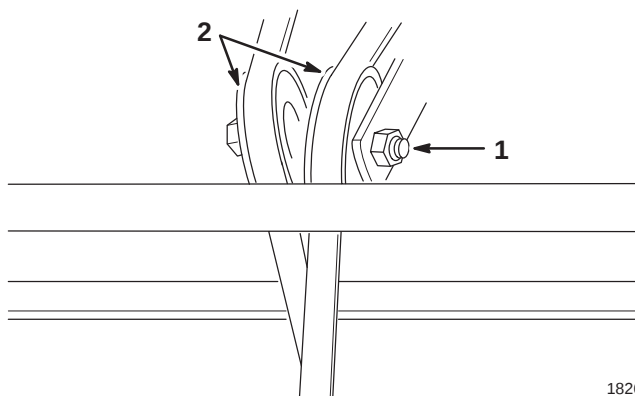

Bild 25
2. Lockern Sie die Mutter und schieben die Riemenscheibe so weit, dass sich die korrekte Spannung ergibt (Bild 25).
4. Schneiden Sie den alten Riemen durch und entfernen ihn (Bild 25).
5. Lösen Sie die Sechskantmutter auf der Riemen spannscheibe (Bild 25).